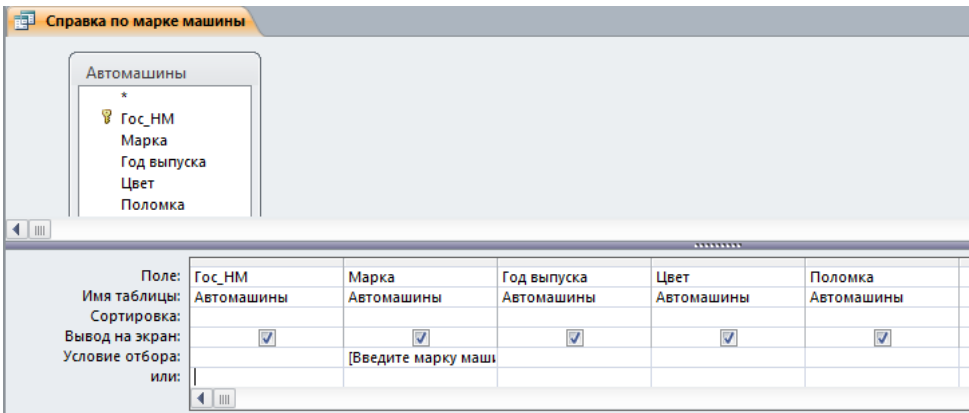

Рисунок 4. Справка по марке машины. **Запрос 1** в режиме конструктора
2. В поле **Марка** в строке **Условия отбора** введите **[Введите марку автомашины]**, для выбора конкретной марки. Запрос в режиме конструктора представлен на рис. 4.